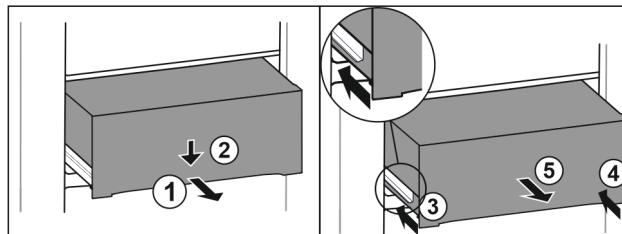

Fig. 100
- ▶ Изтеглете чекмеджето наполовина. Fig. 100 (1)
- ▶ Натиснете надолу чекмеджето от предната страна. Fig. 100 (2)
- ▶ Вкарайте лявата релса приблизително 2 см навътре. Fig. 100 (3)
- ▶ Вкарайте дясната релса приблизително 2 см навътре. Fig. 100 (4)
- ▶ Извадете чекмеджето напред. Fig. 100 (5)